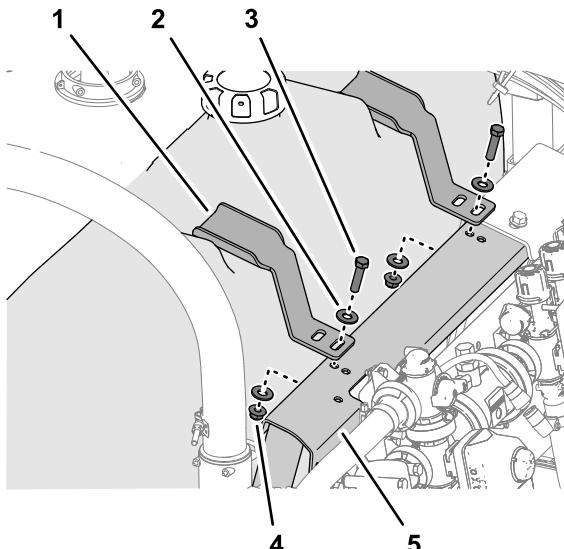

Figura 16
1. Alinee el soporte de sujeción con los limitadores moldeados en la parte superior del depósito de enjuague (Figura 16)
2. Alinee la ranura del soporte de sujeción con el taladro del bastidor de las válvulas (Figura 16).
3. Monte provisionalmente la pletina de sujeción en el bastidor de las válvulas (Figura 16) con un perno (3/8" x 1 1/2"), 2 arandelas (3/8") y una contratuerca con arandela prensada (3/8") que retiró en Retirada del depósito de enjuague \(página 5\).
4. Repita los pasos 1 a 3 con la otra pletina de sujeción en el otro hueco del depósito de enjuague (Figura 16).